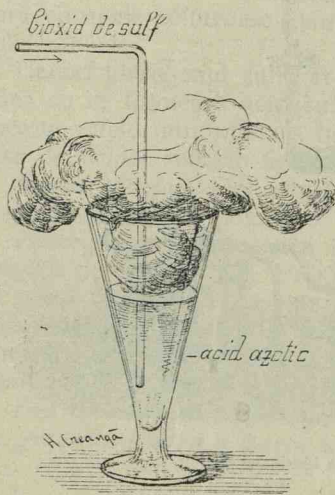

Fig. 101. Acțiunea bioxidului de sulf asupra acidului azotic.
**Experiență.** Introducem bioxid de sulf într'un pahar în care se află acid azotic concentrat, fig. 101. Se produce un fum roșu brun, care se împrăștie în aer. În pahar se formează acid sulfuric. Amestecăm lichidul din pahar cu apă multă și adăogăm câteva picături dintr'o soluțiune de clorură de bariu. Se formează un precipitat alb de sulfat de bariu.